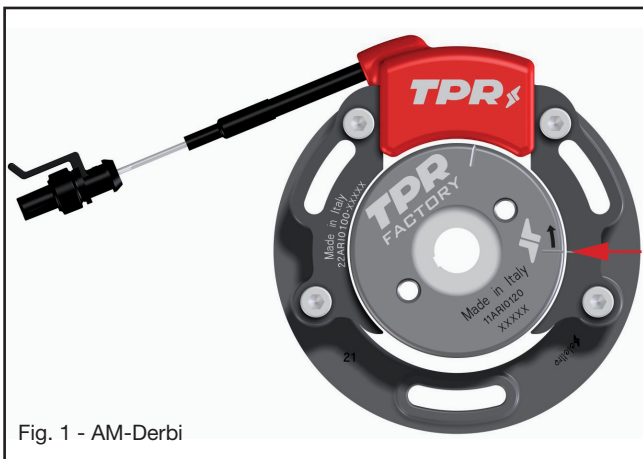

Fig. 1 - AM-Derbi
- En maintenant le vilebrequin dans cette position (PMH), faire coïncider la ligne de référence gravée sur le rotor avec celle située sur le stator (Fig. 1) par l'intermédiaire de sa rotation, puis bloquer les trois vis M4 de fixation du stator (Couple de serrage $3,5 \div 4,5$ Nm égal à $0,35 \div 0,45$ kg*m environ).
- En maintenant le vilebrequin dans cette position, insérer le rotor (Pce 2) et faire coïncider la ligne de référence gravée sur le rotor avec celle située sur le stator (Fig. 1), insérer la rondelle Ø 10 (Pce 9) et l'écrou M10 x 1 (Pce 8) (Couple de serrage 30 Nm égal à 3 kgm environ).